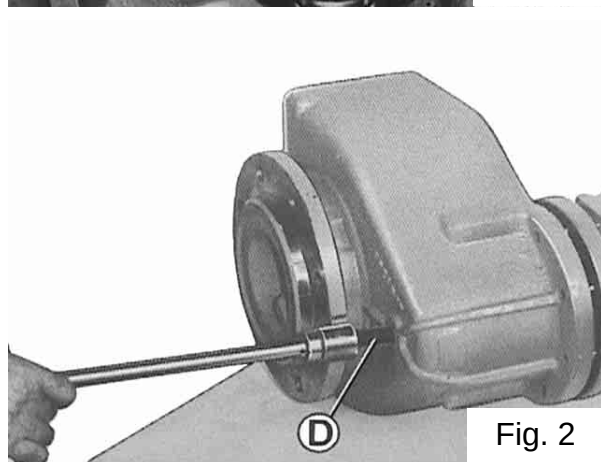

Fig. 2
- staccare il riduttore completo dal mozzo, agendo con la vite **D** di fig. 2 sul semiasse interno;